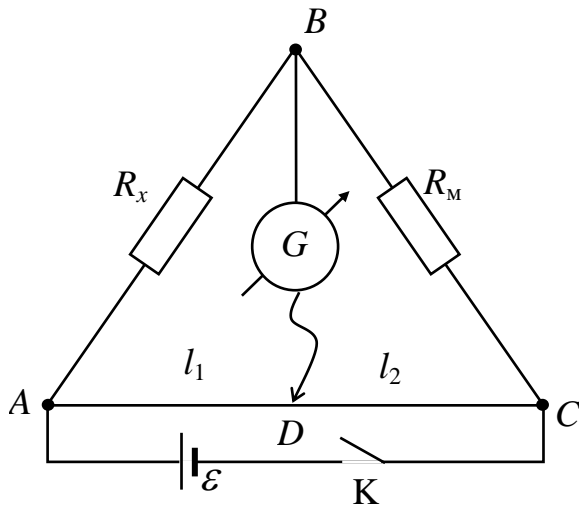

Рис.2. Схема рабочей установки
В настоящей работе используется установка, электрическая схема которой показана на рис. 2. Сопротивление R_1 заменено неизвестным сопротивлением R_x , величину которого нужно определить; вместо постоянного резистора R_2 включён магазин сопротивлений R_m , позволяющий менять значение этого сопротивления в широком диапазоне; сопротивления R_3 и R_4 заменены единой эталонированной проволокой ADC (её сечение одинаково по всей длине) – *реохордом*.
1. В плечо AB (рис. 2) включите одно из двух заданных преподавателем неизвестных сопротивлений $R_{1,x}$, $R_{2,x}$, например $R_{1,x}$. Движок реохорда поставьте так, чтобы он находился в средней трети длины реохорда. Замкните ключ K , нажав кнопку, и вращением ручек соответствующих декад магазина сопротивлений R_m (исключая X10000) выберите интервал сопротивлений, при котором стрелка гальванометра не зашкаливает ни вправо, ни влево и легко выводится на нуль. Для первоначального положения движка реохорда подбором соответствующего сопротивления декад магазина R_m установите